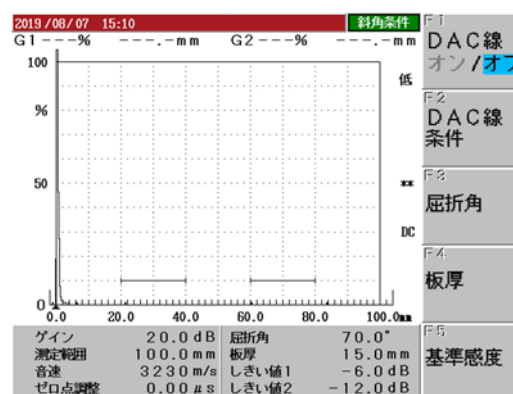

図 11 斜角探傷条件の入力
② このとき、F3 又は F4 キーを2度押しすると、直接数値入力ができる。(図 11 参照)